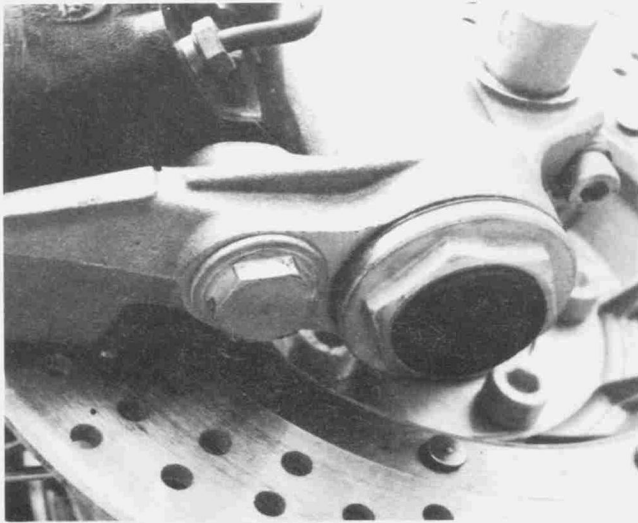

Bild 287
- Zum Nachstellen der Bremsklötze wird die Sechskant-Verschlusskappe herausgedreht und die Halteklammer unterhalb der Bremssattel-Einbauhalterung abgenommen (Bild 287).